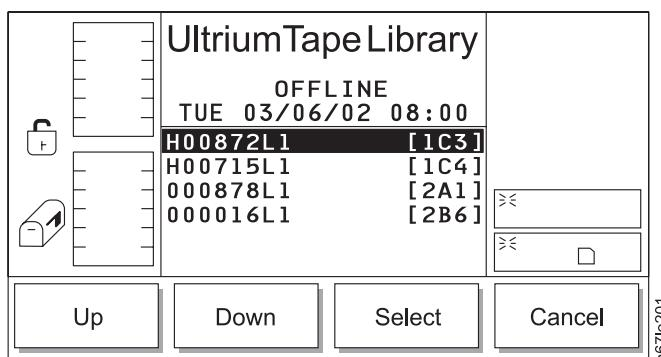

Abbildung 93. Dialog für Datenträgerauswahl
- Wird **Select** ausgewählt, erscheint der Dialog für Datenträgerauswahl (siehe Abb. 93).
Tabelle 42. Übersetzung von Abb. 93 auf Seite 114, Dialog für Datenträgerauswahl